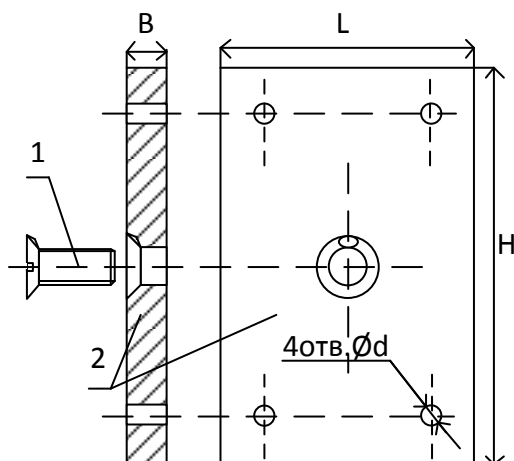

Рисунок 2. (1- болт для крепления изолятора к площадке, 2-площадка для монтажа к стене)
- площадка (для монтажа к стене) (см. рис. 2);
- болт для крепления изолятора к площадке (см. рис. 2);